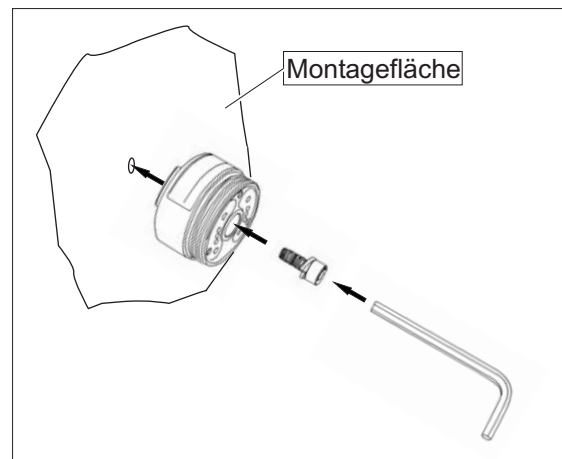

Abb. 11: Befestigung an der Montagefläche
2. Überwachung mittels Zylinderschraube und Federring **kraftschlüssig** an der Montagefläche befestigen (Abb. 11).